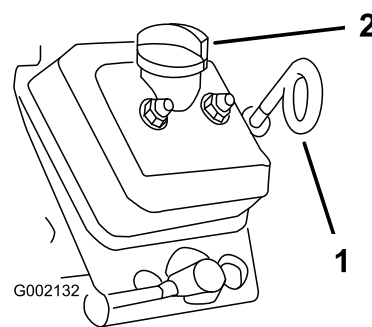

Figura 32
3. Utilice un trapo para limpiar alrededor de la varilla de aceite y el tapón de llenado (Figura 32) para impedir que caiga suciedad por el
4. Retire la varilla y límpiela con un trapo (Figura 32).
5. Introduzca la varilla en el tubo de la varilla y asegúrese de que está correctamente asentada (Figura 32).
8. Coloque el tapón de llenado (Figura 32).
9. Instale la varilla de aceite y asíéntela firmemente (Figura 32).